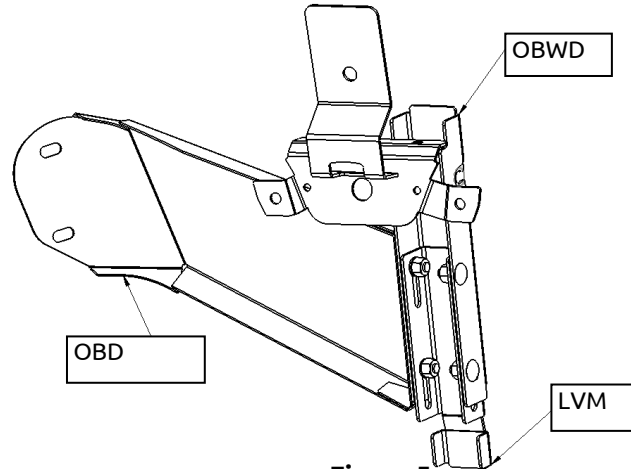

Figura 5
- iii. Coloque OBD en el lado del piloto (afuera) del OBWD y en el lado del pasajero (afuera) OBWP y ensamble usando (4) tornillos de carrocería ¼-20x5/8, arandelas planas y tuercas (ver figura 5)